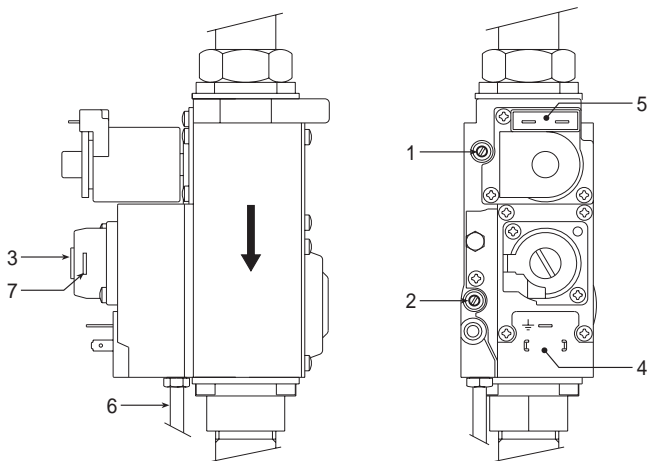

Рис. 8
Регулировка давления и расхода газа в главной горелке регулируют при помощи винта 7 (рис. 8), по часовой стрелке давление и расход увеличиваются, а против часовой стрелки - уменьшают.
Внимание: Давление измеренное отборами давления 1 и 2 (рис. 8), читается через 30 секунд после сделанной регулировки.
- Полностью закрутить, с должной осторожностью, винт 7 (рис. 8) регулятор давления газового клапана "Honeywell VR 4601 CB" (для моделей 51-68-85) и винты (рис. 9а и 9b) клапан "DUNGS MBDLE 407 B01" для модели 102.